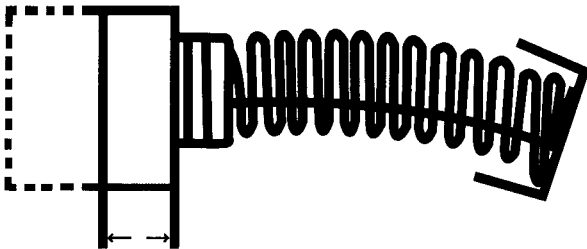

Figura 10 – Desgaste de una escobilla de carbono
1. Recambie las escobillas de carbono cuando se hayan gastado hasta unos 6 mm (1/4 pulg.) o echarán chispas. Ambas escobillas deben reemplazarse al mismo tiempo (Figura 10).